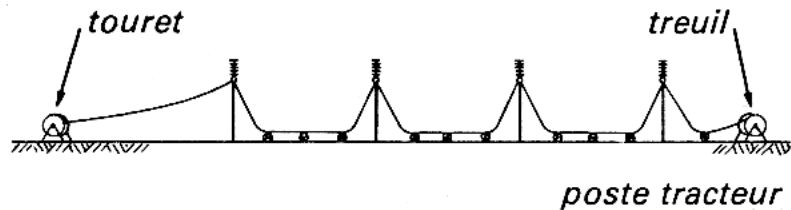

Figure 2.4 - Poste-tracteur
e) **Poste tracteur** : : (voir figure 2.4)